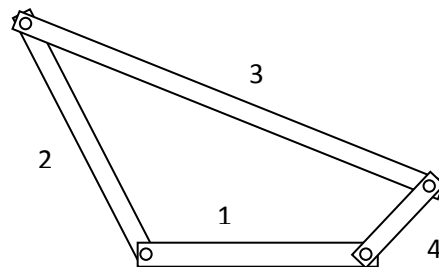

Figura 1. Mecanismo com 4 barras articuladas.
15. Na Figura 1, é representado um mecanismo de quatro barras articuladas entre si. As barras têm comprimentos, medidos entre os centros das articulações, $l_1 = 100$ mm, $l_2 = 140$ mm, $l_3 = 180$ mm.